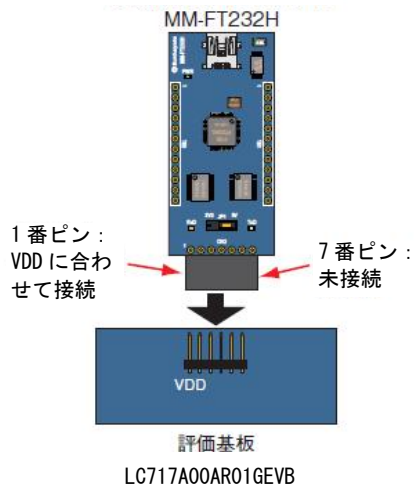

図 2-2 MM-FT232H の接続
- ① パソコンから電源を取る場合は電源切り替えジャンパを「PC」側に設定し、多機能USB 変換モジュール用コネクタに多機能USB 変換モジュール「MM-FT232H」を接続します（図2-2 参照）。電源をオプションのAC アダプタからとる場合は「AC ADAPTER」側に設定し、DC ジャックにAC アダプタを接続します。
- ② リセットスイッチを押します。
① 多機能USB 変換モジュール「MM-FT232H」を接続します（図2-2 参照）。
② リセットスイッチを押します。
③ 基板上にシルク印刷されているところをタッチすると赤色のLED が点灯します。
④ エラーLED の点灯時や、評価基板の動作がおかしい場合はリセットスイッチを押してください。
⑤ 評価基板上の IC やパターンに直接指で触れると誤動作や故障の原因となりますのでご注意ください。